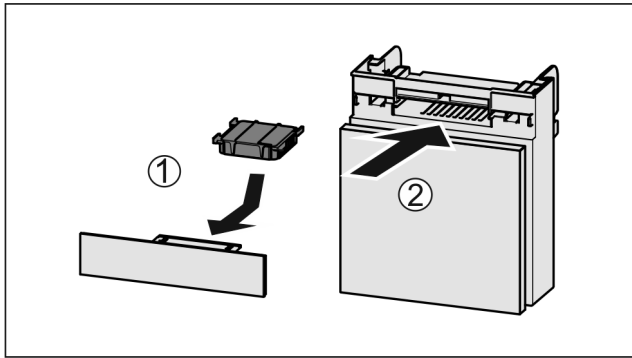

Fig. 110
- ▶ Inserire il vano Fig. 110 (2).